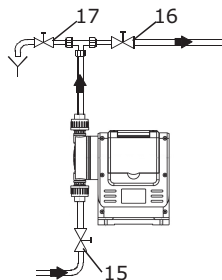

Рис. 19 Начальный пуск
1. Откройте всасывающий и нагнетательной запорные клапаны (15, 16), если они установлены (см. рис. 19).
2. Откройте клапан удаления воздуха (17), если он установлен на линии нагнетания или понизьте давление в линии нагнетания так, чтобы перекачиваемая среда могла выходить без преодоления противодавления.
6. Закройте клапан удаления воздуха (17), если он установлен.